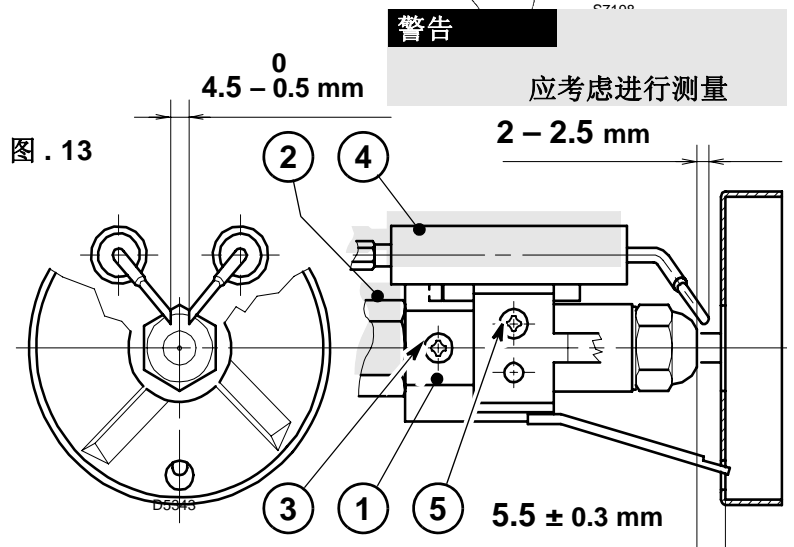

图. 13
松开固定螺钉 (3, 图 . 13, P. 7) 后从电极上移走电缆 (4)，从喷嘴座上移走旋流盘组件 (5)。
从电极上移去电缆 (4), 松开螺钉 (3, 图. 13)
4.2 电极的调整 (图. 13)